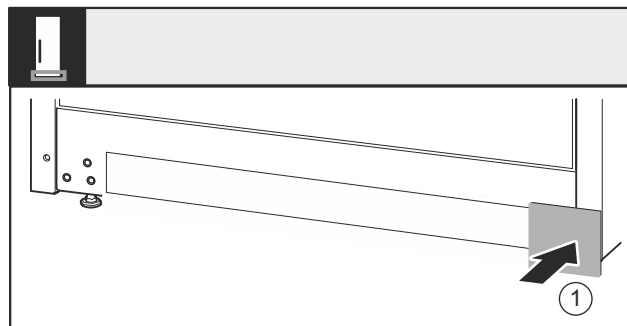

Fig. 38
- Nasadíte kryt Fig. 38 (1) opäť na druhej strane.